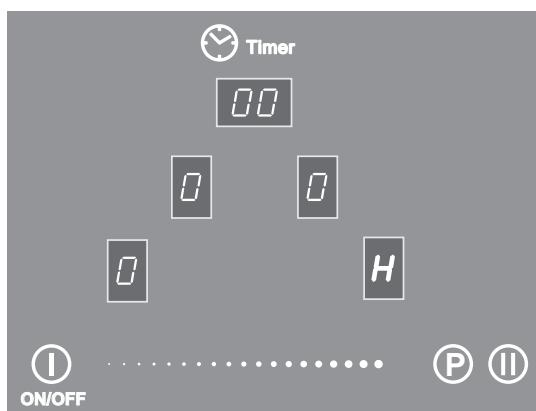

Рис.17
В окне ③ будет светиться буква «Н», указывающая, что конфорка еще горячая (рис. 17).
После выключения конфорки в окне индикации ③ (рис. 17) высвечивается буква «Н» (от англ. hot – «горячий»). Индикация «Н» гаснет, когда температура рабочей зоны становится безопасной.